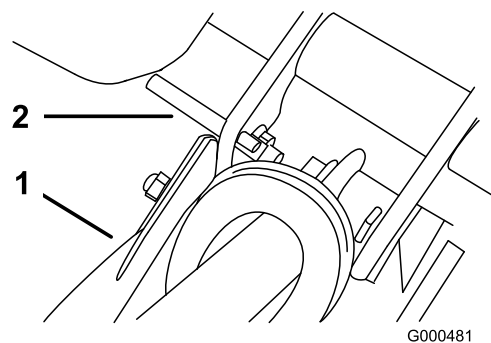

Figura 44
2. Baje el soporte de pie. Inserte un pasador o similar de 1/4 pulg. de diámetro en el taladro del bastidor situado por encima del perno de montaje del soporte de pie (Figura 44).